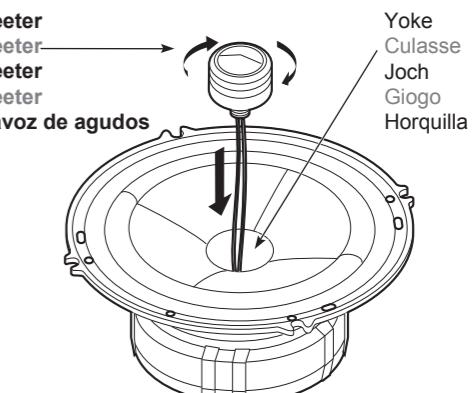

Figure 5 / Figure 5 / Abbildung 5 / figura 5 / Figura 5
- Pass the tweeter lead wire through the hole in the yoke, then turn the tweeter in the direction of the arrow to fix it firmly in place. (Figure 5)
- Faites passer le cordon du tweeter par le trou de la culasse, puis tournez le tweeter dans le sens de la flèche pour le fixer solidement en place. (Figure 5)
- Führen Sie den Tweeter-Leitungsdräht durch das Loch im Joch, und drehen Sie den Tweeter dann in Pfeilrichtung, um ihn zu sichern. (Abbildung 5)